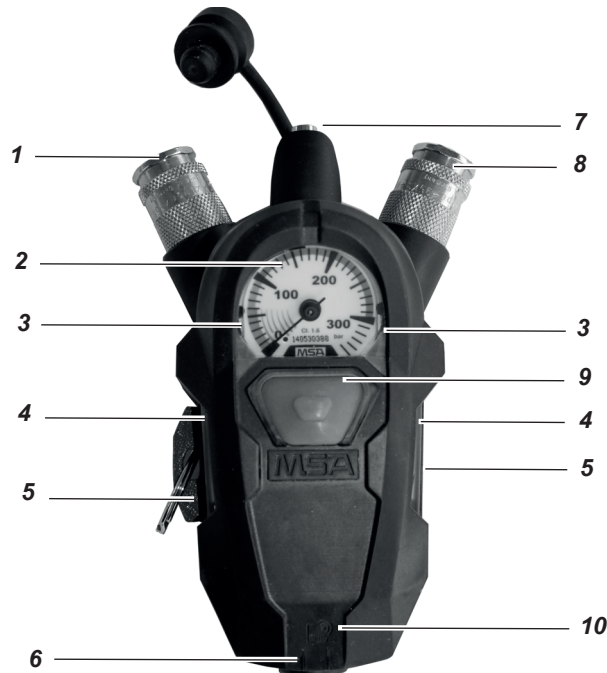

Abb. 1 Übersicht SingleLine SCOUT
Das SingleLine SCOUT (siehe Abb. 1) ist am Ende der SingleLine eines verwendbaren MSA-Pressluftatmers angeschlossen. Es besteht aus dem Manometer (2), der Kupplung für den Lungenautomaten (8) sowie einer akustischen Warneinrichtung (7) (Signalpfeife). Diese gibt beim Absinken des Flaschendruckes unter  $55 \pm 5$  bar ein kontinuierliches Warnsignal ab. Der Zweitanschluss (1) dient zum Anschließen eines zweiten Lungenautomaten (z. B. Rettungsset oder RespiHood).